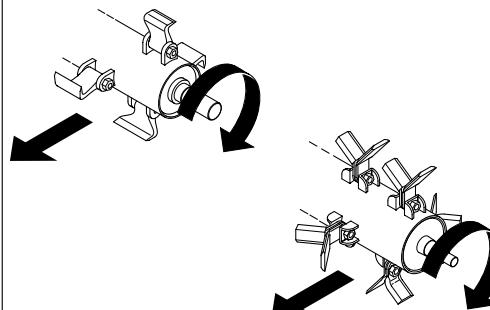

Fig. 28
- Sistemare le coppie più pesanti alle due estremità del rotore, le coppie più leggere al centro (Fig. 28).
- Placer les paires les plus lourdes aux deux extrémités du rotor, les paires les plus légères au centre (Fig. 28).
- Die schwereren Messerpaare an den beiden Enden des Rotors anordnen, die leichteren Paare im Mittelpunkt anordnen (Abb. 28).
- Ubicar los pares más pesados en las dos extremidades del rotor, los pares menos pesados al centro (Fig.28).